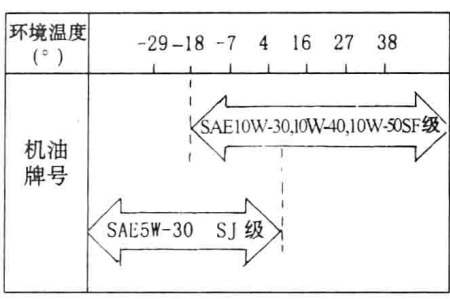

图 1—3—1 机油牌号与环境温度对照图
(1) 品种和牌号。奇瑞轿车出厂时初装的机油是粘度牌号为 SAE 10W/30 - 50 的 API SF 级机油。当温度低于 - 18℃ 时，请使用 API SJ 级、SAE 5W/30 机油，这可保证在 - 42℃ 时正常工作。机油品种和粘度选择见图 1—3—1。